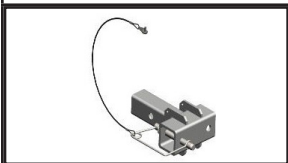

Bild 14
- 90° 12" (305 MM) UNIVERSELL ADAPTERFÖRLÄNGNING IN-2348: A2348-05 (se bild 14)